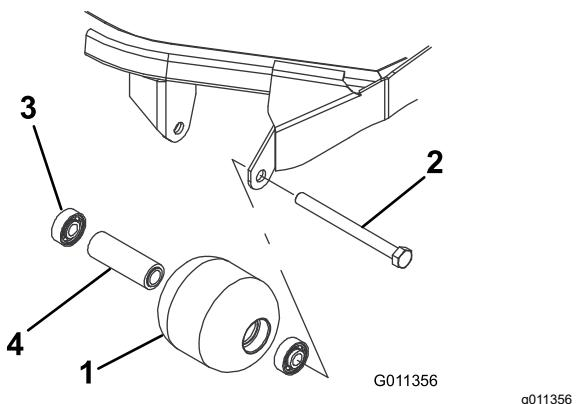

Figura 97
1. Retire el perno de montaje del rodillo (Figura 97).
4. Inspeccione el alojamiento del rodillo, los cojinetes, y el espaciador del cojinete (Figura 97). Sustituya cualquier componente dañado y ensámbelos.
1. Introduzca a presión el primer cojinete en el alojamiento del rodillo (Figura 97). Haga presión solamente sobre el anillo de rodadura exterior, o de forma igual sobre el anillo exterior y el interior.
2. Introduzca el espaciador (Figura 97).
3. Introduzca a presión el segundo cojinete en el alojamiento del rodillo (Figura 97). Presione uniformemente sobre los anillos de rodadura interior y exterior hasta que el anillo interior entre en contacto con el espaciador.